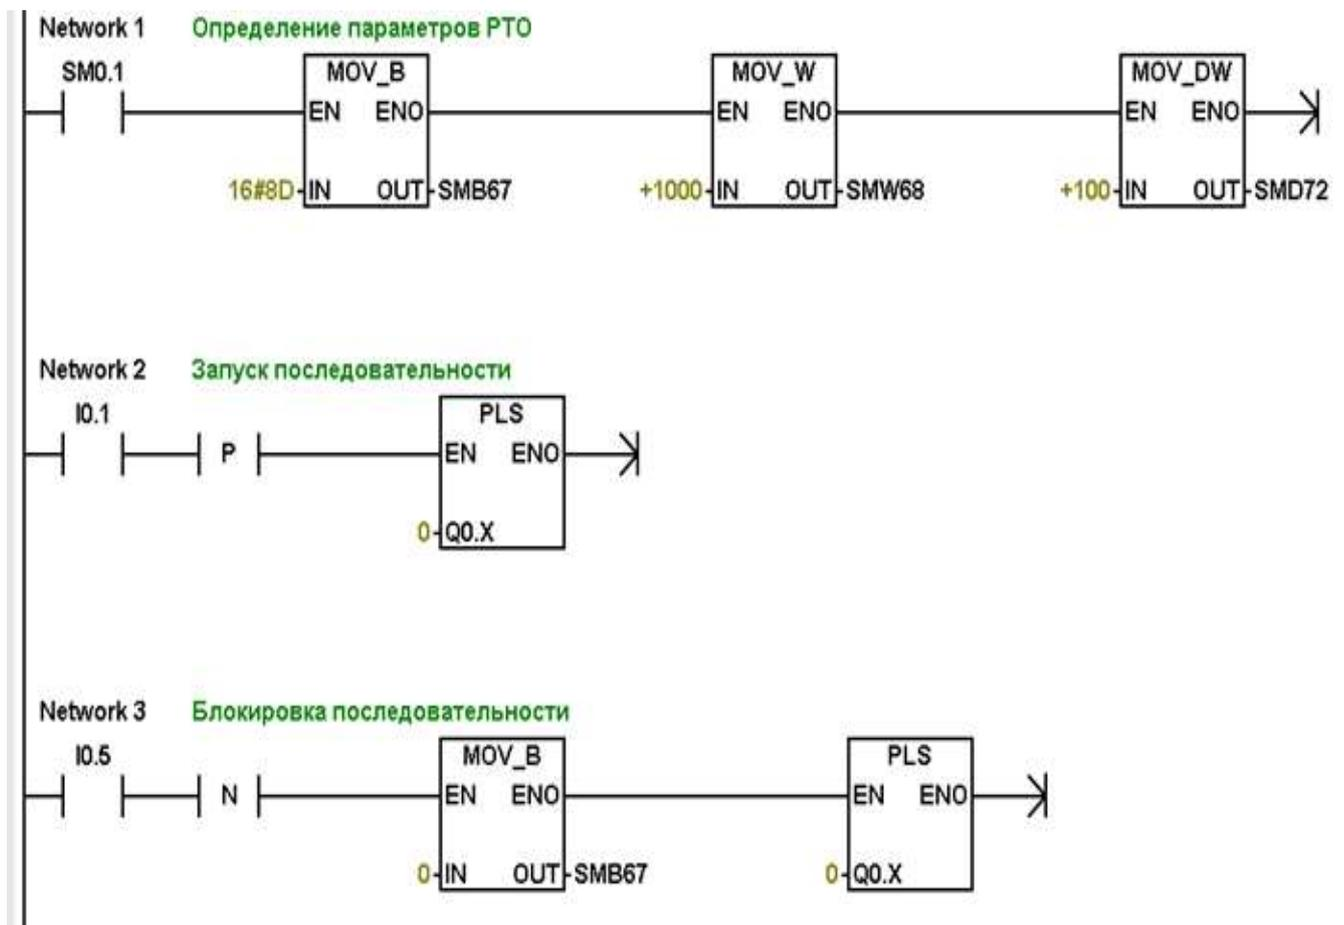
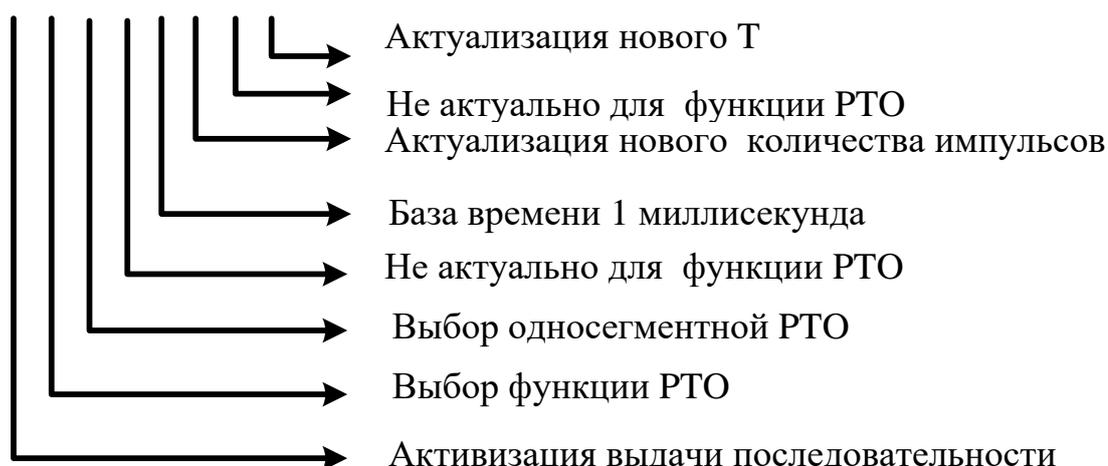

Рис. 5. Пример программирования функции односегментного РТО
Рис. 6. Управляющий байт односегментной РТО.
1) односегментная выдача заданного количества импульсов с неизменными параметрами. Пример программирования приведен на рис. 5, управляющий байт – на рис. 6. Здесь показан фрагмент программы в редакторе LAD, реализующий выдачу 100 импульсов с $T=1$ секунда на выход Q0.0. Запуск последовательности осуществляется по переднему фронту на I0.1. Блокировка последовательности осуществляется по заднему фронту на I0.5. Как и для ШИМ, здесь в области специальных маркеров задан управляющий байт и параметры последовательности (количество и период следования импульсов). Инициацию выдачи осуществляет блок PLS.